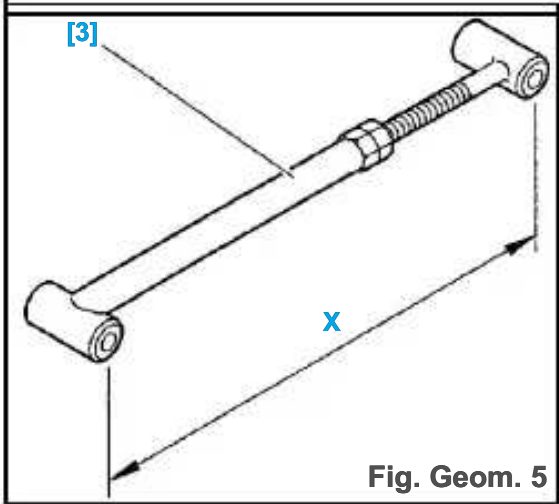

Fig. Geom. 5
- El ajuste se realiza cambiando la longitud "X" la herramienta [3] 4502-TA (Fig. Geom. 5).